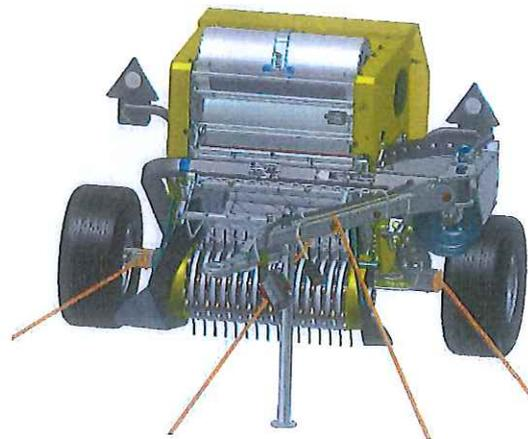

Bild. 17 Verankerung
- Die empfohlenen Verankerungspunkte sind auf dem Fahrgestell in der Nähe der Räder und auf der Deichsel ersichtlich, wie die (Bild. 17) zeigt.
- Die Maschine muss auf ein anderes Transportmittel (z.B. einen Anhänger) geladen, fest angebunden und mittels Verankerungsseilen am Flachboden befestigt werden, wie die Bild. 17 zeigt.